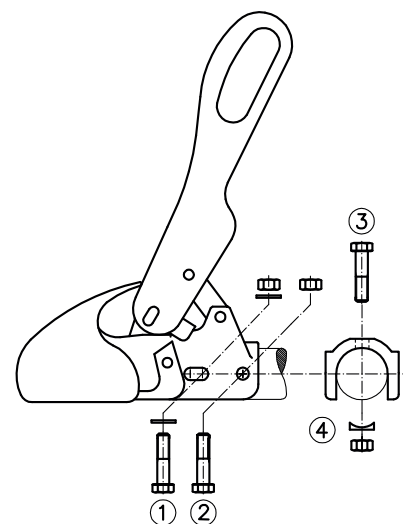

Рисунок 3: присоединение
Шестигранный болт M12x80 для продольного соединения с самостопорящейся гайкой (2) или для перекрестного соединения с самостопорящейся гайкой (3) и упором (4). Крепежный материал (1, 2, 3) входит в комплект поставки, упор (4) нет. Тягово-сцепные устройства WS 3000-H/L/ L В это специальное исполнение для набегающих тормозов и монтируются перекрестно-болтовым соединением (1)+(3) с шагом отверстий 40 мм. (Рисунок 3).
2.2 Если тягово-сцепное устройство WS 3000/3500 используется в качестве замены другого сцепного устройства, то при накатных устройствах следует обратить внимание на то, чтобы бамперы были установлены на место согласно предписаниям и чтобы вероятно имеющиеся распорные трубки были вставлены правильно. В качестве вспомогательного средства для WS 3000-D просим использовать входящие в комплект поставки штифты Ø 12x34 мм или Ø 12x49 мм в зависимости от диаметра дышла прицепа. Для WS 3500-D Ø 14x63 мм использовать штифты как пробой при демонтаже крепежного болта (2) или (3) (Рис. 3) в зависимости от вида крепления бампера и во время монтажа/демонтажа ТСУ вставлять в трубу дышла для центровки бампера. При установке нового крепежного болта штифты следует удалить.